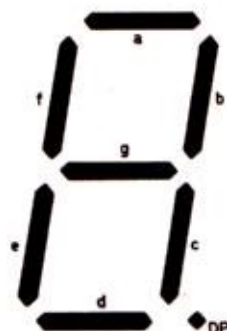

FIGURE 3
Comme son nom l'indique, ce composant est constitué par 7 diodes électroluminescentes dont la partie lumineuse se présente sous la forme de barreaux allongés désignés par les 7 premières lettres de l'alphabet (fig. 3). La plupart de ces afficheurs possèdent un point lumineux (DP) visualisant la